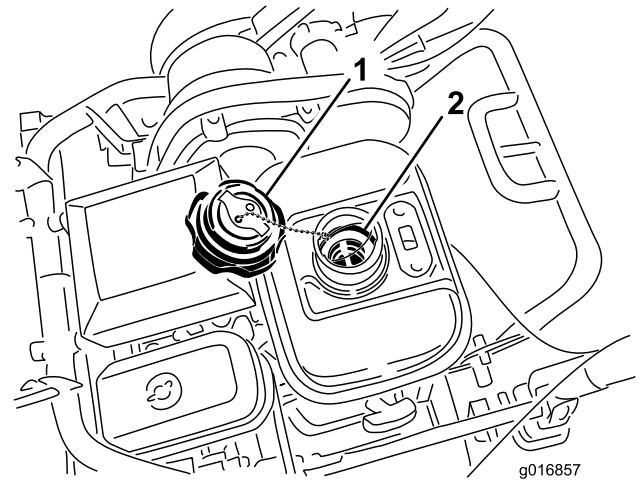

Figure 37
3. Dévissez et retirez le bouchon du réservoir de carburant (Figure 37).